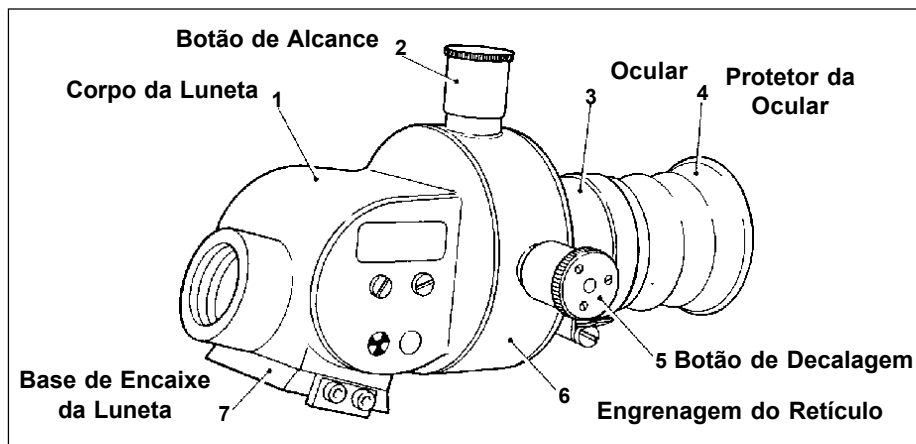
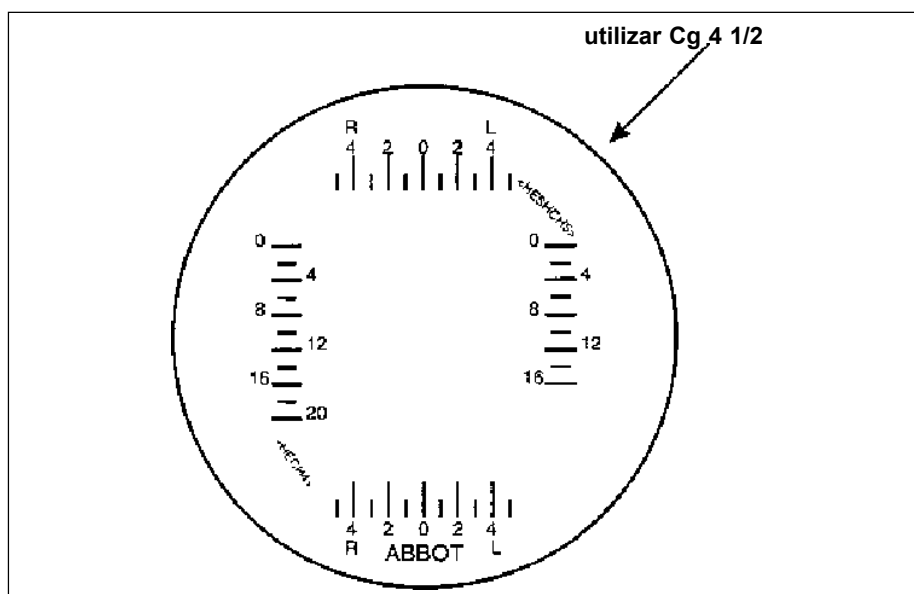

Fig 6-1. Luneta para o tiro direto
Fig 6-2. Alcances e decalagens para a luneta para tiro direto
a. Luneta para o tiro direto (Fig 6-1) - É usada para a pontaria em direção e elevação, quando são engajados alvos móveis ou estacionários. É balisticamente graduada para as granadas anticarro e explosiva. A luneta de pontaria noturna é graduada somente para a anticarro. A Fig 6-2 mostra os alcances e decalagens para a luneta para o tiro direto.
(1) Luneta cotovelo - as escalas de alcances são graduadas a cada 200 m e numeradas de 400 em 400 m. As escalas para decalagens são graduadas em unidades para a direita (\Rightarrow) ou para a esquerda (\Leftarrow) e numeradas de 2 (duas) em 2 (duas) unidades. Para ambas as escalas, a unidade de decalagem equivale a 5'''.
(2) Alça e massa de mira do aparelho de pontaria - sua escala de decalagem é graduada com 4 (quatro) graduações para a direita e para a esquerda. Cada graduação representa 2 (duas) unidades de decalagem.